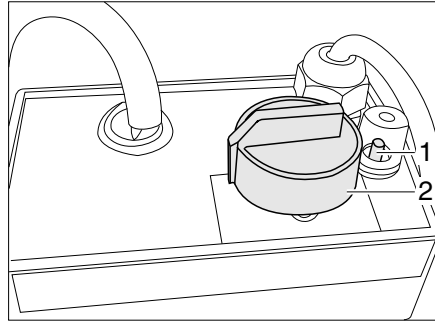

Bild 176 Regler für elektrische Fußbodenerwärmung
- Den Drehregler (Bild 176,2) auf die gewünschte Heizstufe drehen.
- Den Drehregler (Bild 176,2) auf Stellung "0" drehen.
Wenn der Regler überlastet wird, spricht der Überlastungsschutz an. Der Stift (Bild 176,1) springt heraus.
- Den Stift (Bild 176,1) am Überlastungsschutz eindrücken, wenn der Regler abgekühlt ist.